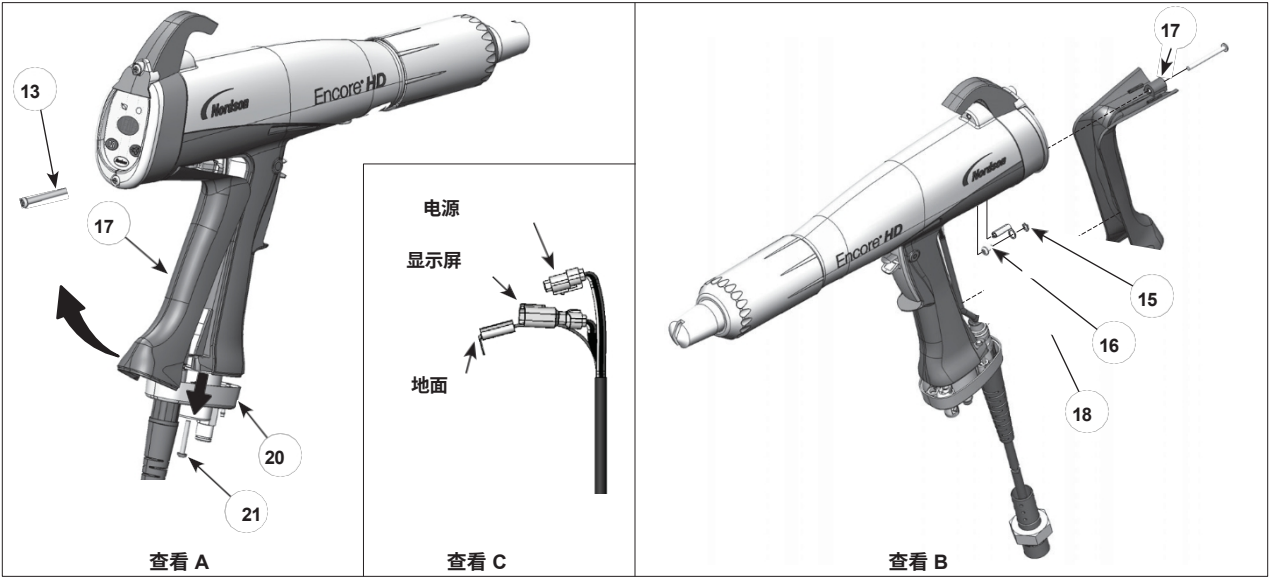

图 16 更换电缆
1. 参见图 16。将新电缆穿过手柄底座，然后在电缆上安装锁紧环 (18) 以将其固定到位。
3. 用 M3 x 6 螺丝和锁紧垫圈 (16, 15) 将电缆终端连接到接地垫 (17)。
6. 将手柄底座 (20) 推到手柄和接地垫上，并牢牢拧紧底座上的两个 M3 x 20 螺栓 (21)。
7. 重新安装显示模块底部的 M3 x 35 螺丝 (13)。